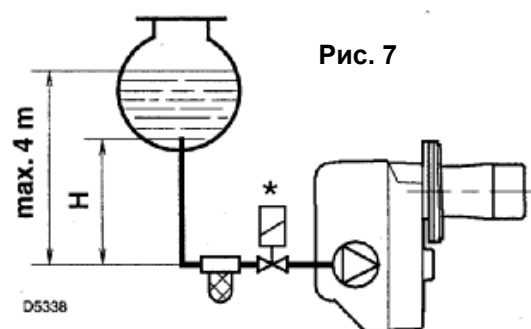
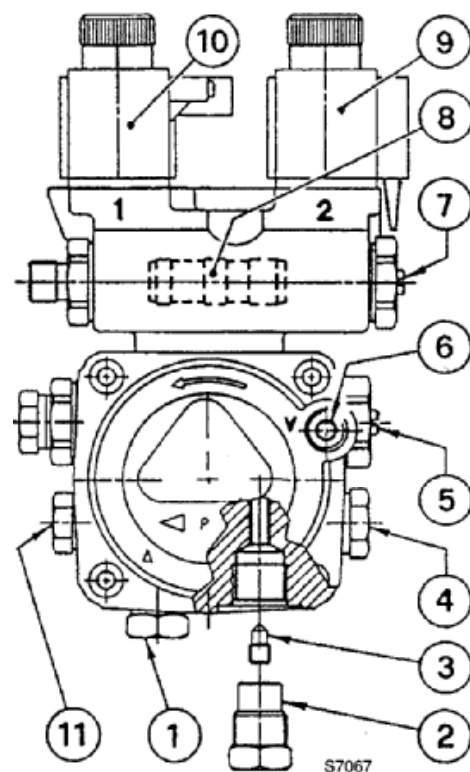

Рис. 7
Рис. 8
- Насос поставляется настроенным на работу по двум шлангам. Для работы по одному шлангу необходимо отвернуть резьбовую крышку возвратного клапана (2), вывернуть и удалить винт байпаса (3) и завернуть обратно крышку (2) (см. рис. 8).
В системе на рис. 7 достаточно ослабить крепление вакуумметра (6 на рис. 8) и дождаться, пока топливо не начнет вытекать из-под него.